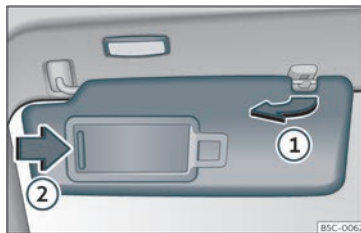

Fig. 103 Para-sol.
- El para-sol es pot extreure de la fixació i girar-lo cap a la porta»» fig. 103 ①